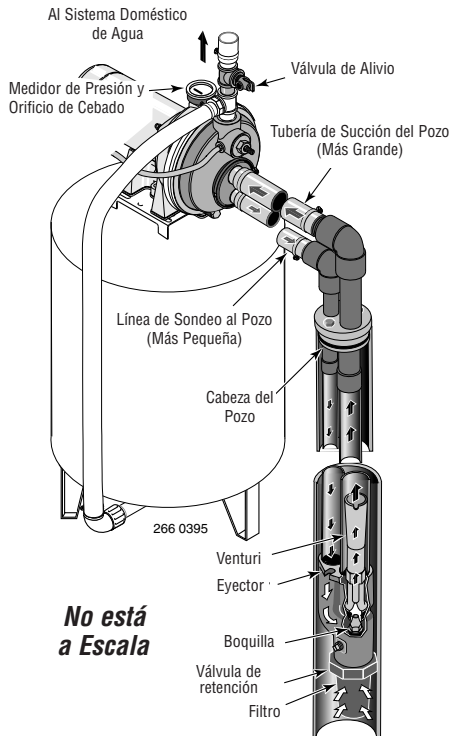

Figura 10: Pozos Profundos de 4" y Más Grandes
POZO DE 4" Ó MAS (Figura 10)
2. Instale el kit de eyector FP4800 y 29660 (se vende por separado). Vea la Figura 10. Siga las instrucciones que vienen incluidas en el kit para ajustar la boquilla y el venturi a las condiciones de su